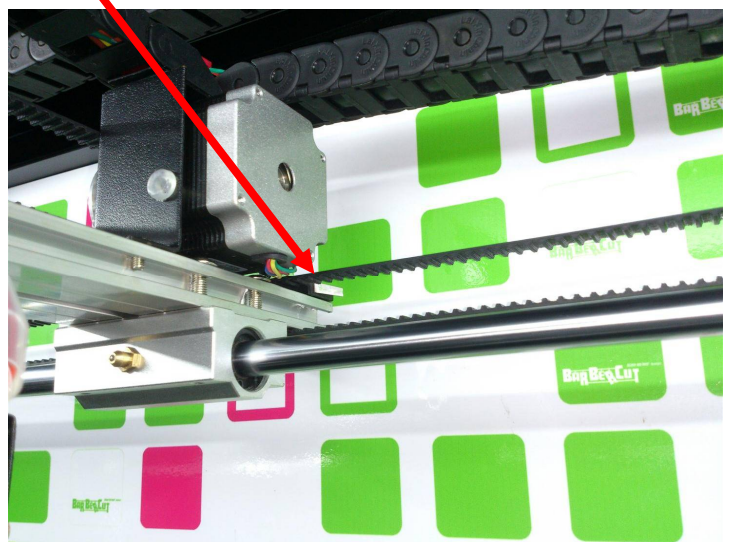

图 8
4、当投币显示板显示 Er05 时表示右侧开关故障如图 8。